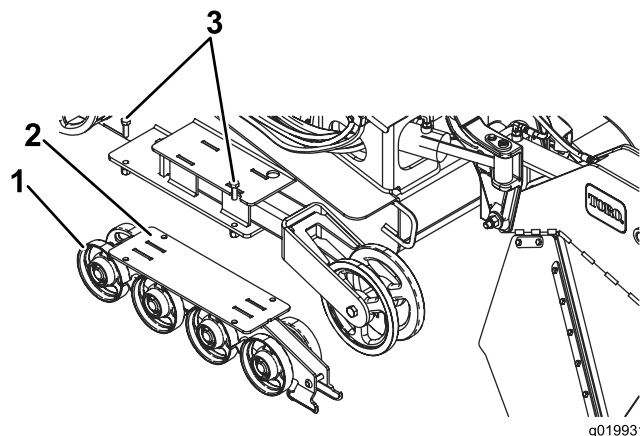

Figure 48
2. Retirez les 4 boulons de fixation de chaque guide-chaîne inférieur qui contient les galets de roulement, et déposez-les (Figure 48).